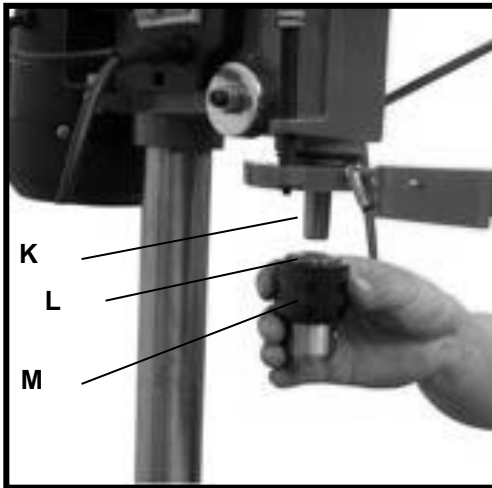

Rys. 4A
4. Nałóż głowicę wiertarki (F) na słup (A) tak głęboko, jak to możliwe. Skieruj głowicę (A) (rys. 4A) w stronę stołu (B) i podstawy (C). Dokręć trzy śruby blokujące (G) za pomocą załączonego klucza.